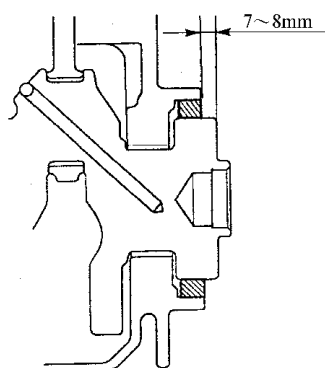

图 2-56 测量曲轴与油封之间的距离
- 22) 如图 2-56 所示，测量曲轴与油封之间的距离。油封安装高度：7~8mm。